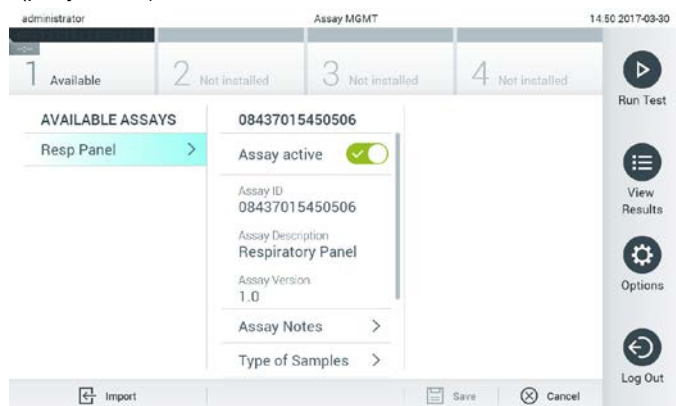

Рис. 58. Керування доступними аналізами.
1. Натисніть кнопку **Options** (Параметри), а потім – **Assay Management** (Керування аналізами), щоб отримати доступ до екрана **Assay Management** (Керування аналізами). Доступні аналізи перераховані в першому стовпці області вмісту (рисунок 58).